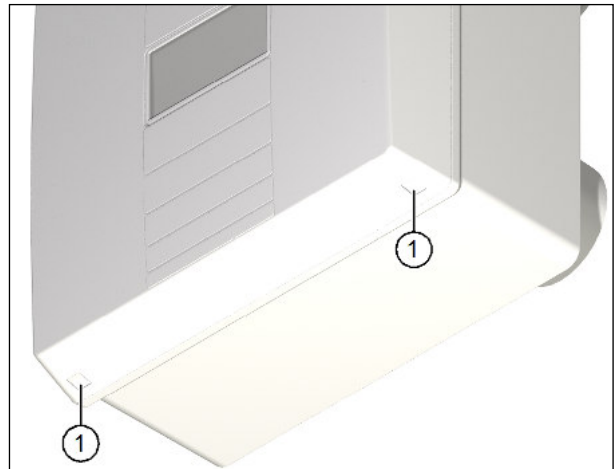

Abb. 13: Deckel vom Lüftungsgerät abnehmen
- ▶ Drücken Sie mit beiden Daumen auf die beiden Rasthaken (Pos. 1 in Abb. 13) an der Unterseite des Lüftungsgerätes. Der Deckel löst sich.